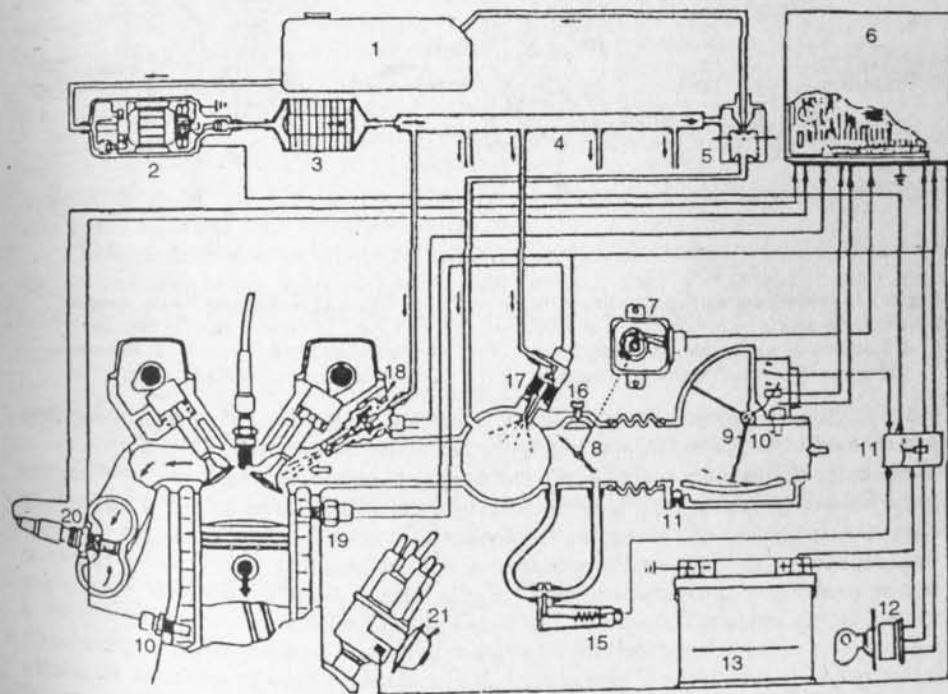

Fig. 3-10.— Sistema de inyección electrónica de gasolina L-Jetronic
Inyección electrónica L-Jetronic.— Este sistema electrónico de inyección de gasolina, llamado también **multipunto**, es del tipo de inyección indirecta y funcionamiento a bajas presiones y ha sido desarrollado por la firma alemana Bosch y la británica Lucas (Fig. 3-10).
Arranque en frío.— Para el arranque en frío, la sonda de temperatura (10) (Fig. 3-10) y el interruptor térmico (19) informan al calculador electrónico, para disminuir el aire aspirado por el motor e inyectar una pequeña cantidad de gasolina por el inyector de arranque en frío, con lo que se enriquece la mezcla y se consigue el rápido arranque en frío del motor.